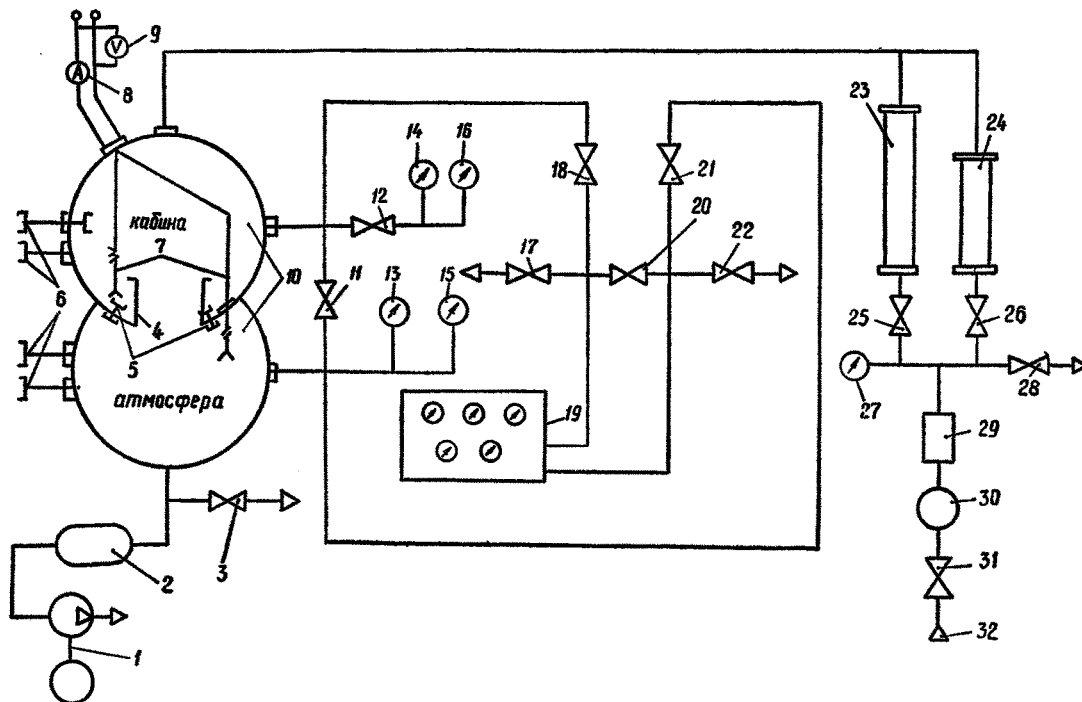
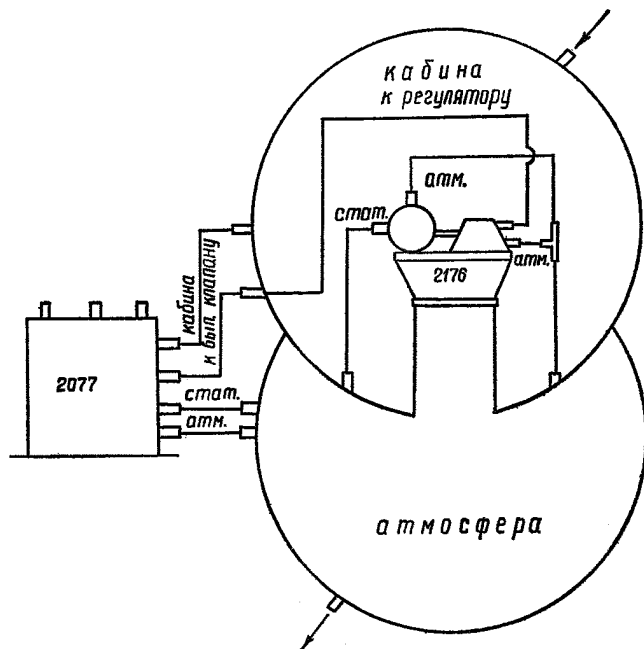

Рис. 7. Принципиальная схема стенда для проверки регуляторов давления и выпускных клапанов:
Рис. 8. Схема подключения изделий типа 2176Б
Примечания: 1. Эталонными агрегатами считать агрегаты 1-й категории, прошедшие повторную проверку на предприятии-разработчике и укомплектованные технологическими паспортами с точными значениями основных параметров. 2. Проверку контрольных агрегатов на предприятии-разработчике производить не реже одного раза в два года; 9.3. соединить через тройник штуцер «АТМОСФЕРА» на антипульсаторе выпускного клапана и штуцер «АТМОСФЕРА» на ограничителе избыточного давления выпускного клапана со штуцером «АТМОСФЕРА» барокамеры; штуцер «СТАТИКА» ограничителя избыточного давления выпускного клапана со штуцером «АТМОСФЕРА» барокамеры; штуцер «К РЕГУЛЯТОРУ» на антипульсаторе выпускного клапана с соответствующим штуцером барокамеры (рис. 8); 9.4. плотно закрыть крышку барокамеры; 9.5. проверить градуировку шкалы «ИЗБЫТОЧНОЕ ДАВЛЕНИЕ», для чего: 9.5.1. установить ручкой задатчика 16 (см. рис. 1) стрелку на шкале «ИЗБЫТОЧНОЕ ДАВЛЕНИЕ» на деление 0,03 МПа (0,3 кгс/см²); 9.5.2. установить трехходовой кран 11 в положение «ВКЛЮЧЕН»; 9.5.3. установить ручкой задатчика 14 стрелку на шкале «НАЧАЛО ГЕРМЕТИЗАЦИИ» на деление 0,1 МПа (750 мм рт. ст.); 9.5.4. установить ручкой задатчика 15 «СКОРОСТЬ ИЗМЕНЕНИЯ ДАВЛЕНИЯ» на деление 24 Па/с (0,18 мм рт. ст./с); 9.5.5. включить компрессор 32 (см. рис. 7); 9.5.6. открыть кран «ПОДАЧА ВОЗДУХА» 31 и довести давление воздуха по манометру 27 стенда до величины не менее 0,02 МПа (0,2 кгс/см²); 9.5.7. открыть кран «ОТКЛЮЧЕНИЕ РОТАМЕТРА РС-5» 25 и создать на стенде расход воздуха через «кабину» 60—70 ед. (105—120 дм³/мин) по ротаметру РС-5; 9.5.8. открыть краны 3, 18, 20; 9.5.9. включить вакуумнасос 1 и, прикрывая кран 3 «РЕГУЛИРОВКА ВЫСОТЫ», произвести подъем на высоту 3700 м по высотомеру 13 «АТМОСФЕРА». Скорость набора высоты по вариометру должна быть не более 30 м/с.
9.7.3. открыть кран «ПОДАЧА ВОЗДУХА» 31 (см. рис. 7) и довести давление воздуха по манометру 27 стенда до величины не менее 0,02 МПа (0,2 кгс/см²); 9.7.4. плавно открыть кран 3 «РЕГУЛИРОВКА ВЫСОТЫ»; 9.7.5. создать краном «ОТКЛЮЧЕНИЕ РОТАМЕТРА РС-5» 25 на стенде расход воздуха через «кабину» 60—70 ед. (105—120 дм³/мин) по ротаметру Р-5 23; 9.7.6. «подняться» на высоту 6 000 м и выдержать ее в течение 3 мин; 9.7.7. произвести «снижение» с высоты 6 000 м до высоты «0» м. Скорость «снижения» определять по вариометру «АТМОСФЕРА». Скорость «снижения» с высоты 6 000 м до 4 000 м должна быть 7—10 м/с, а с 4 000 м до нуля 4—6 м/с. Время «снижения» с $H_{\text{каб}}=2\,000$ м до высоты $H_{\text{каб}}=1\,000$ м должно быть 332—600 с. Перепад давлений между высотами, на которых измеряется скорость, должен составлять 10,4 КПа (78 мм рт. ст.). Скорость нарастания давления в «кабине» должна быть 17,3—31,3 Па/с (0,13—0,235 мм рт. ст./с). Корректировка расхода воздуха при измерении скорости нарастания давления не допускается. Ориентировочно о скорости изменения давления в кабине можно судить по вариометру «кабина», показания которого должны быть 2,0—3,0 м/с; 9.7.8. выключить вакуумнасос 1 и компрессор 32; 9.7.9. закрыть кран 31 «ПОДАЧА ВОЗДУХА»; 9.7.10. закрыть кран 25 «ОТКЛЮЧЕНИЕ РОТАМЕТРА РС-5»; 9.7.11. закрыть кран 3 «РЕГУЛИРОВКА ВЫСОТЫ»; 9.7.12. плавно открыть кран 11 «ВЫРАВНИВАНИЕ ДАВЛЕНИЯ МЕЖДУ КАМЕРАМИ» и после выравнивания давления закрыть его; 9.8. заключительные работы выполнять в следующем порядке: 9.8.1. отсоединить гибкие шланги от агр. 2077; 9.8.2. ручкой задатчика 16 (см. рис. 1) установить стрелку на шкале «ИЗБЫТОЧНОЕ ДАВЛЕНИЕ» на деление 0,03 МПа (0,3 кгс/см²);	Если время «снижения» отличается от допустимого, отправить агрегат в ремонт.
11.7. установить на пульте стенда в закрытое положение все краны; 11.8. установить на пульте стенда в открытое положение краны: — «ОТКЛ. ПЬЕЗОМЕТРА ОТ «КАБИНЫ» 18 (см. рис. 7); — «ОТКЛ. ПЬЕЗОМЕТРА ОТ «АТМОСФЕРЫ» 21; — «РЕГУЛИРОВКА ВЫСОТЫ» 3; 11.9. определить величину утечки воздуха через выпускной клапан, для чего: 11.9.1. трехходовой кран 11 (см. рис. 1) эталонного агр. 2077 установить в положение «ВЫКЛЮЧЕН»; 11.9.2. полностью открыть кран 28 (см. рис. 7) «РЕГУЛИРОВКА ДАВЛЕНИЯ ВОЗДУХА» стенда; 11.9.3. открыть кран «ОТКЛЮЧЕНИЕ РОТАМЕТРА РС-5» 25 на 0,5—1 об.; 11.9.4. включить вакуумнасос 1 и, прикрывая кран 3 «РЕГУЛИРОВКА ВЫСОТЫ», произвести подъем до высоты, обеспечивающей перепад давлений между «кабиной» и «атмосферой» 0,0306 МПа (230 мм рт. ст.). Перепад давления определять по УКАМП с учетом градуировочных таблиц. Примечание. При наличии на стенде СВС пьезометра вместо УКАМП снять показания по пьезометру. При перепаде давления 0,0306 МПа (230 мм рт. ст.) утечка воздуха через выпускной клапан не должна превышать 50 дм³/мин; 11.9.5. выполнить снижение до высоты $H=0$; 11.9.6. закрыть краны: — «РЕГУЛИРОВКА ВЫСОТЫ» 3;	Если расход воздуха превышает 50 дм³/мин: а) проверить затяжку гайки хомута крепления клапана. Момент затяжки должен быть 1,0—3,0 Н·м (10—30 кгс/м); б) проверить чистоту тарелки, седла и при необходимости удалить с них загрязнения кистью, смоченной жидкостью ЭАФ; сильно загрязненные места очистить деревянной лопаткой; в) проверить равномерность затяжки винтов крепления тарелки клапана к мембране.